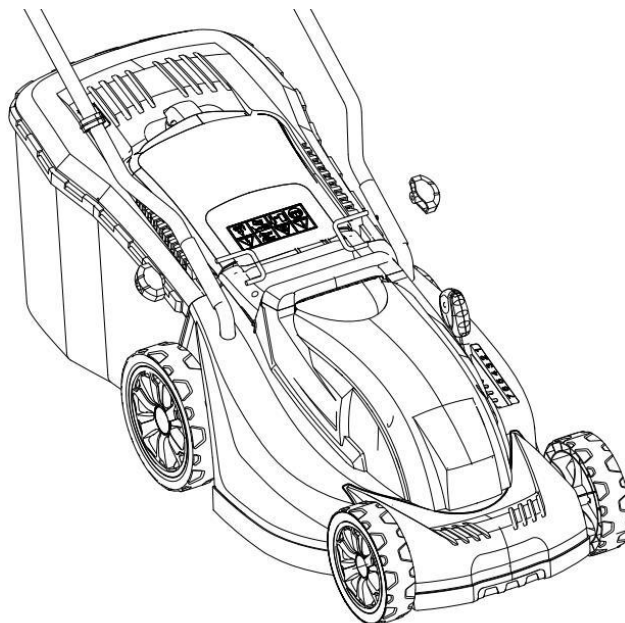

Рис. 1
- Совместите крепежные отверстия нижней рукоятки (6) с отверстиями на упорах.(13).
- Зафиксируйте соединение крепежными комплектами (7) (Рис. 1).